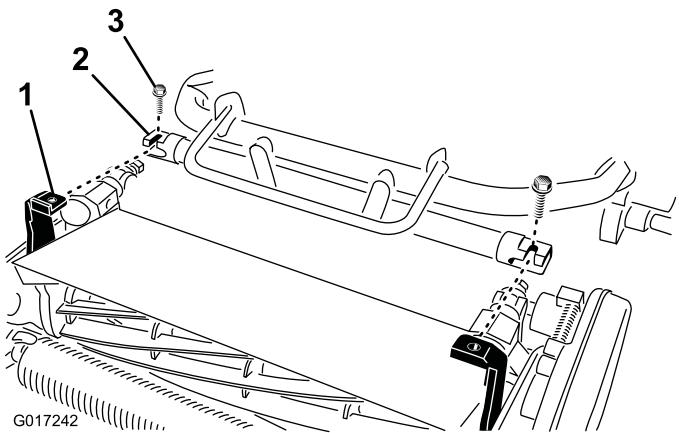

Bild 5
4. Bewegen Sie den Zugmaschinenrahmen (Bild 5) nach vorne, bis er in die Gelenkkarre des Mähwerks greift.
| 5. Befestigen Sie den Zugmaschinenrahmen mit zwei Schrauben (3/8" x 3/4") an den Gelenkkarren des Mähwerks (Bild 5). | |